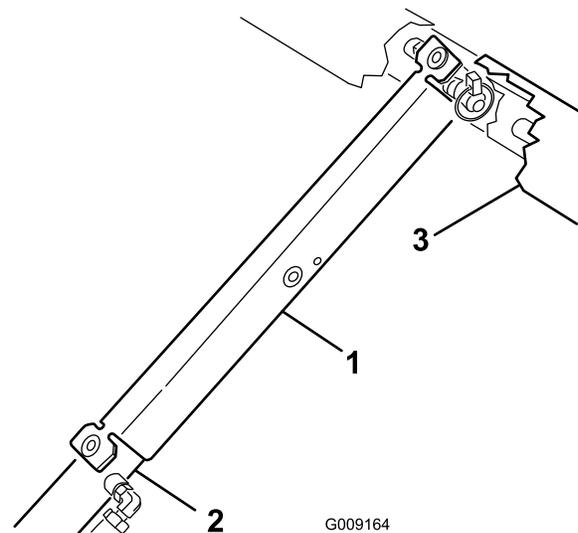

Figure 47
7. Poussez la béquille de sécurité sur la tige du vérin et appuyez bien les languettes d'extrémités contre l'extrémité du corps du vérin et l'extrémité de la tige du vérin (Figure 47).